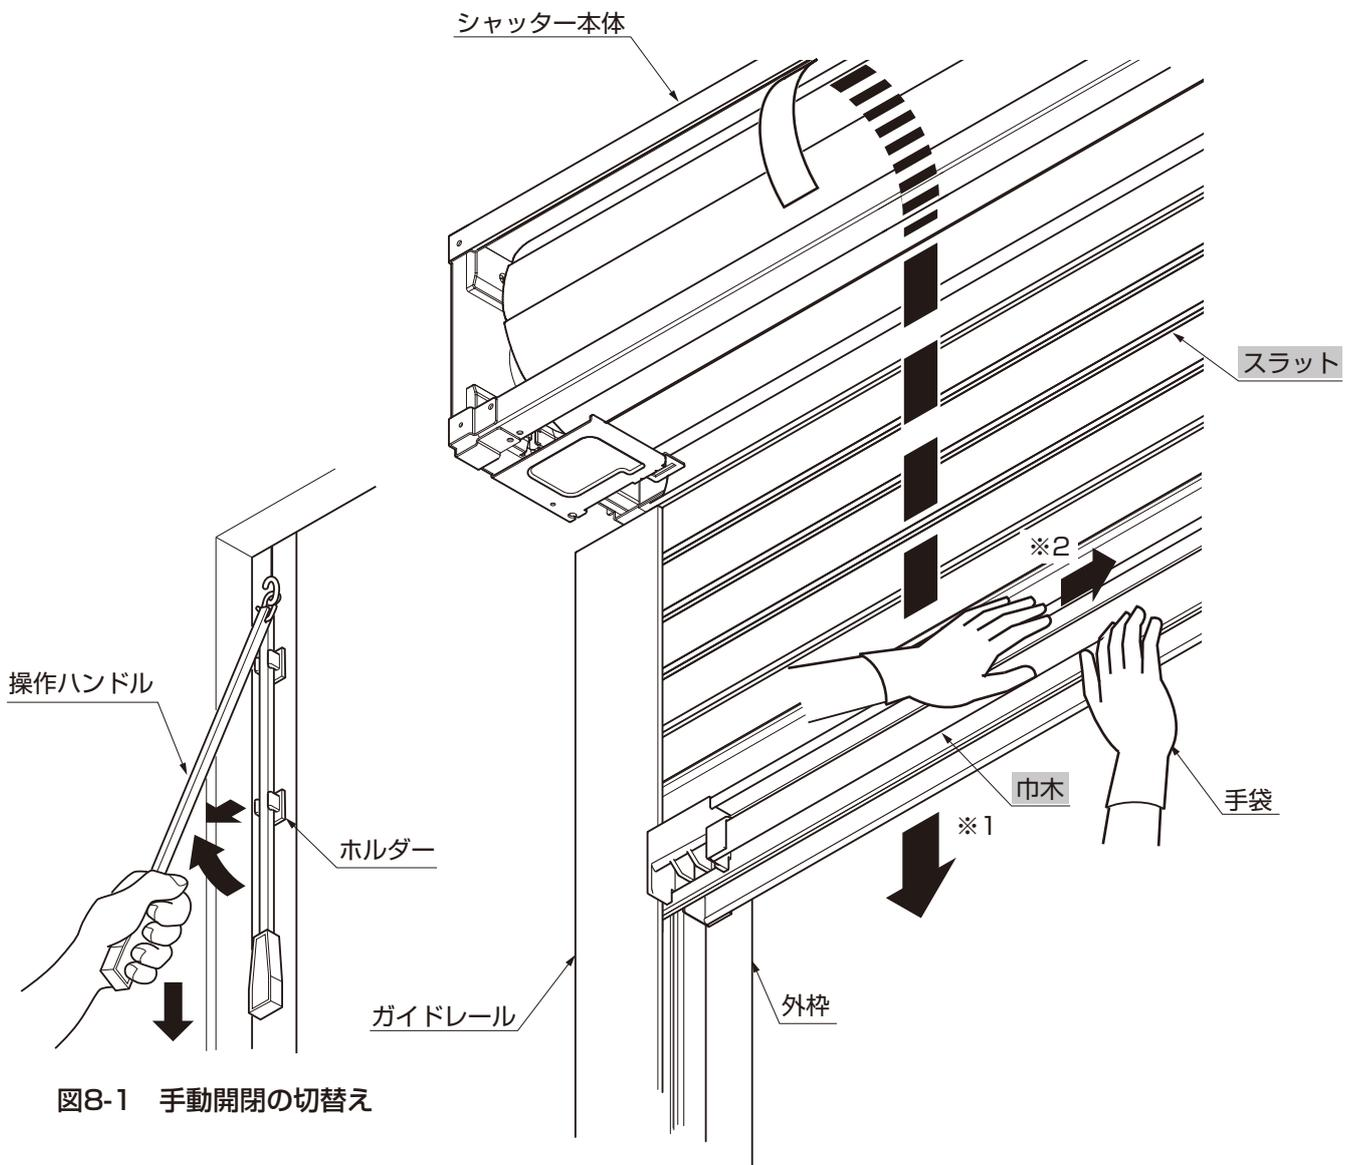

図8-1 手動開閉の切替え
- ①操作ハンドルを、ホルダーから外してください。(図8-1参照)
- ②操作ハンドルを、下方に引いて手動開閉状態にしてください。(図8-1参照)
- ③巾木の中央付近を持ち、開口の1/3程度までスラットを下げてください。(※1)
- ④シャッターのスラットや巾木に横ズレがある場合は、手で押しながら直してください。(※2)